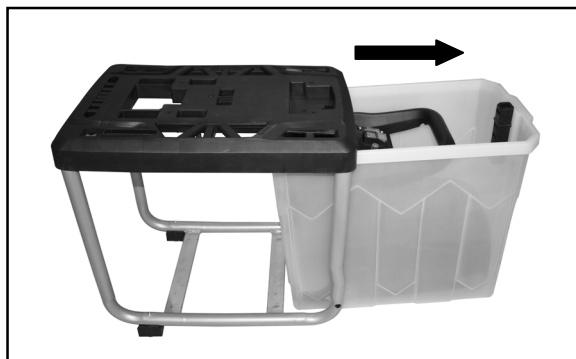

Fig. 4
2. Sfilare il contenitore di raccolta dal telaio di base, quindi estrarre il gruppo motore (Fig. 4).